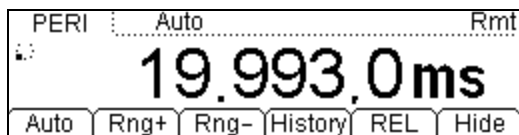

図 2-34 周期測定画面
2. フロントパネルの **Freq** ボタンを 2 回押して、図 2-34 のように周期測定画面が表示するようにします。